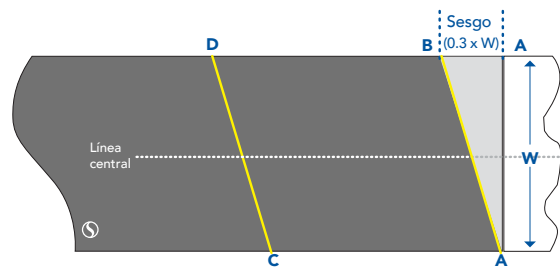

Fig. 7.8
**7.8** En un borde del extremo cortado en ángulo recto, mida la longitud guía  $0,3 \times$  anchura de la banda (lo que equivale al sesgo de 17°) y marque el punto B tal como se muestra en la fig. 7.8. Trace la línea A-B. Partiendo de la línea A-B, mida a lo largo de cada borde de banda la longitud total del empalme. Mida estos dos puntos para crear la línea C-D. Esta línea será la línea a bisel del extremo de arrastre del empalme terminado.